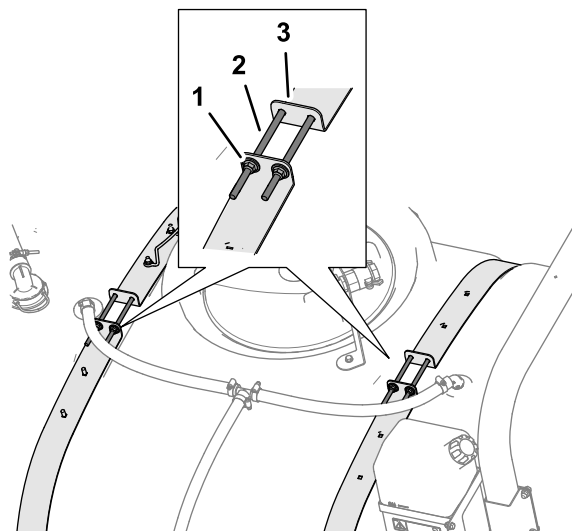

Figura 7
1. Desaperte as quatro porcas de bloqueio flangeadas e quatro parafusos que prendem as metades da correia do depósito (**Figura 7**).
- Aperte as quatro porcas de bloqueio flangeadas e os quatro parafusos na parte superior das correias até que as correias fiquem alinhadas com a superfície do depósito (Figura 7).